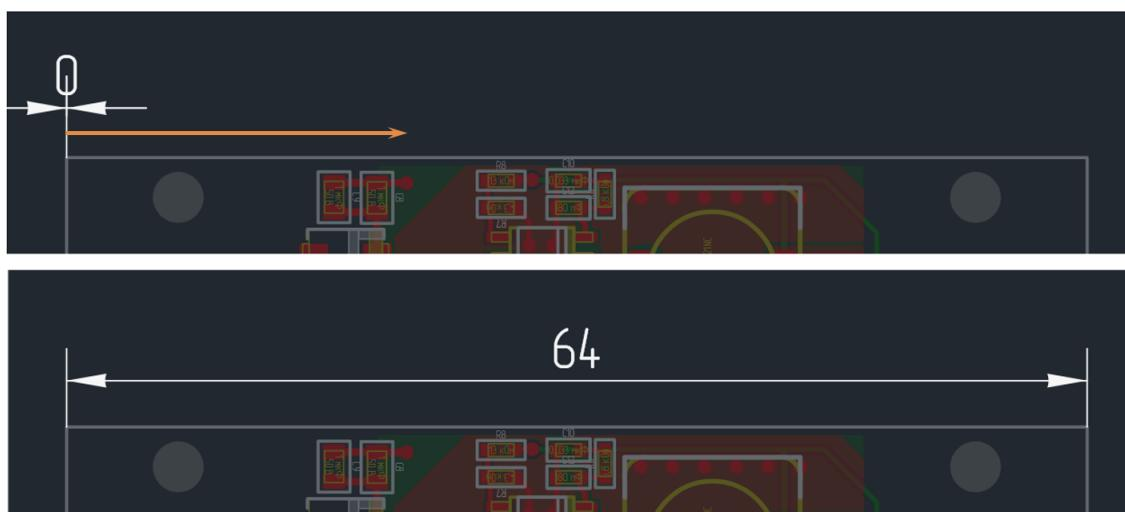

Рис. 247 Размещение размерной линии
4. Переместите курсор, определяя положение второй выноски размерной линии, см. Рис. 247. Установите длину и направление выносок линии, перемещая курсор. Возможный вид размерной линии будет отображаться на экране.